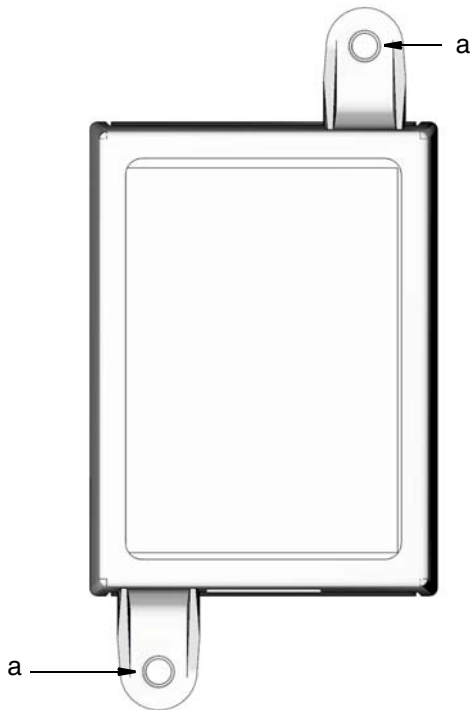

图 3
2. 将接线盒与预钻的空对齐（图 3, (a)）。使用两个螺丝（未提供），将接线盒固定到安装表面上。